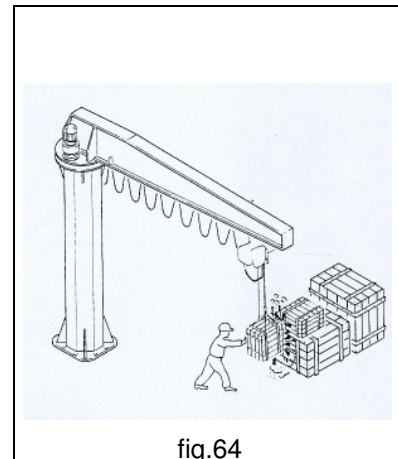

fig.64
- **SEMPRE** accertarsi che il carico durante le operazioni di movimentazione (sollevamento, rotazione e traslazione) non incontri ostacoli (fig.64).